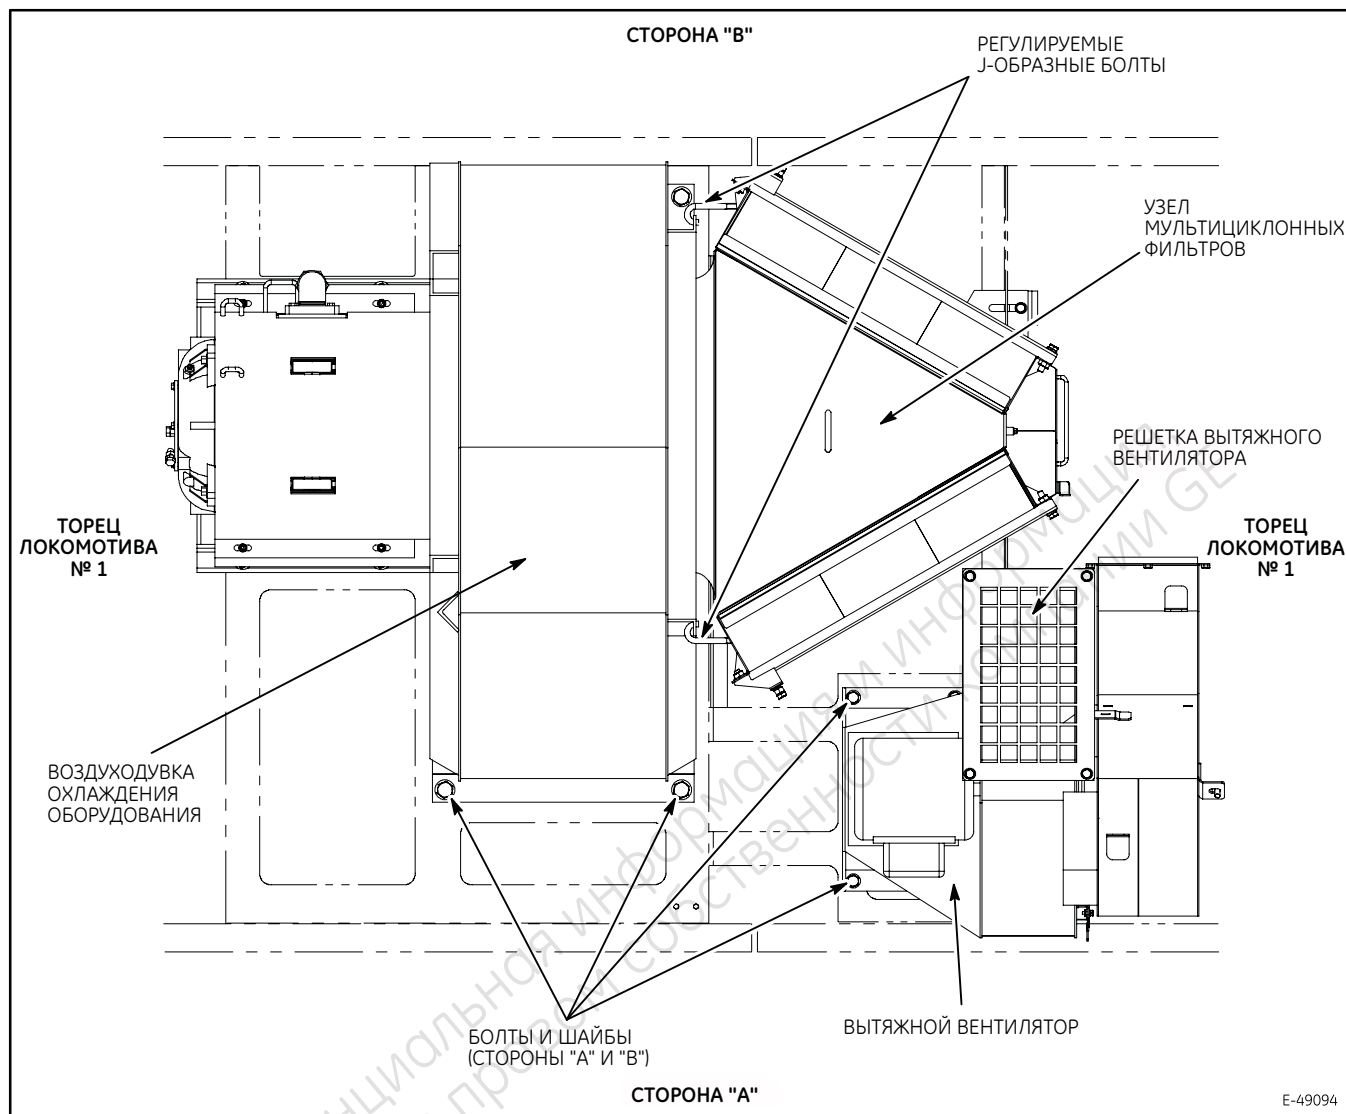

Figure 4. Компоновка воздуходувки охлаждения оборудования и вытяжного вентилятора.
4. Отверните (и сохраните) все болты и жесткие шайбы крепления воздуходувки охлаждения оборудования (Figure 4).
4. Установите J-образные болты на корпус воздуходувки (Figure 4). Затяните регулировочные гайки.
3. Отверните (и сохраните) болты и жесткие шайбы крепления вытяжного вентилятора (Figure 4).